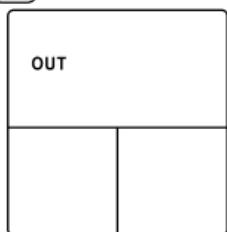

Fig.9
在室內/室外模式時，按[▲]或[▼]來切換室內/室外再按下①鍵確認。(Fig. 9 & 10)